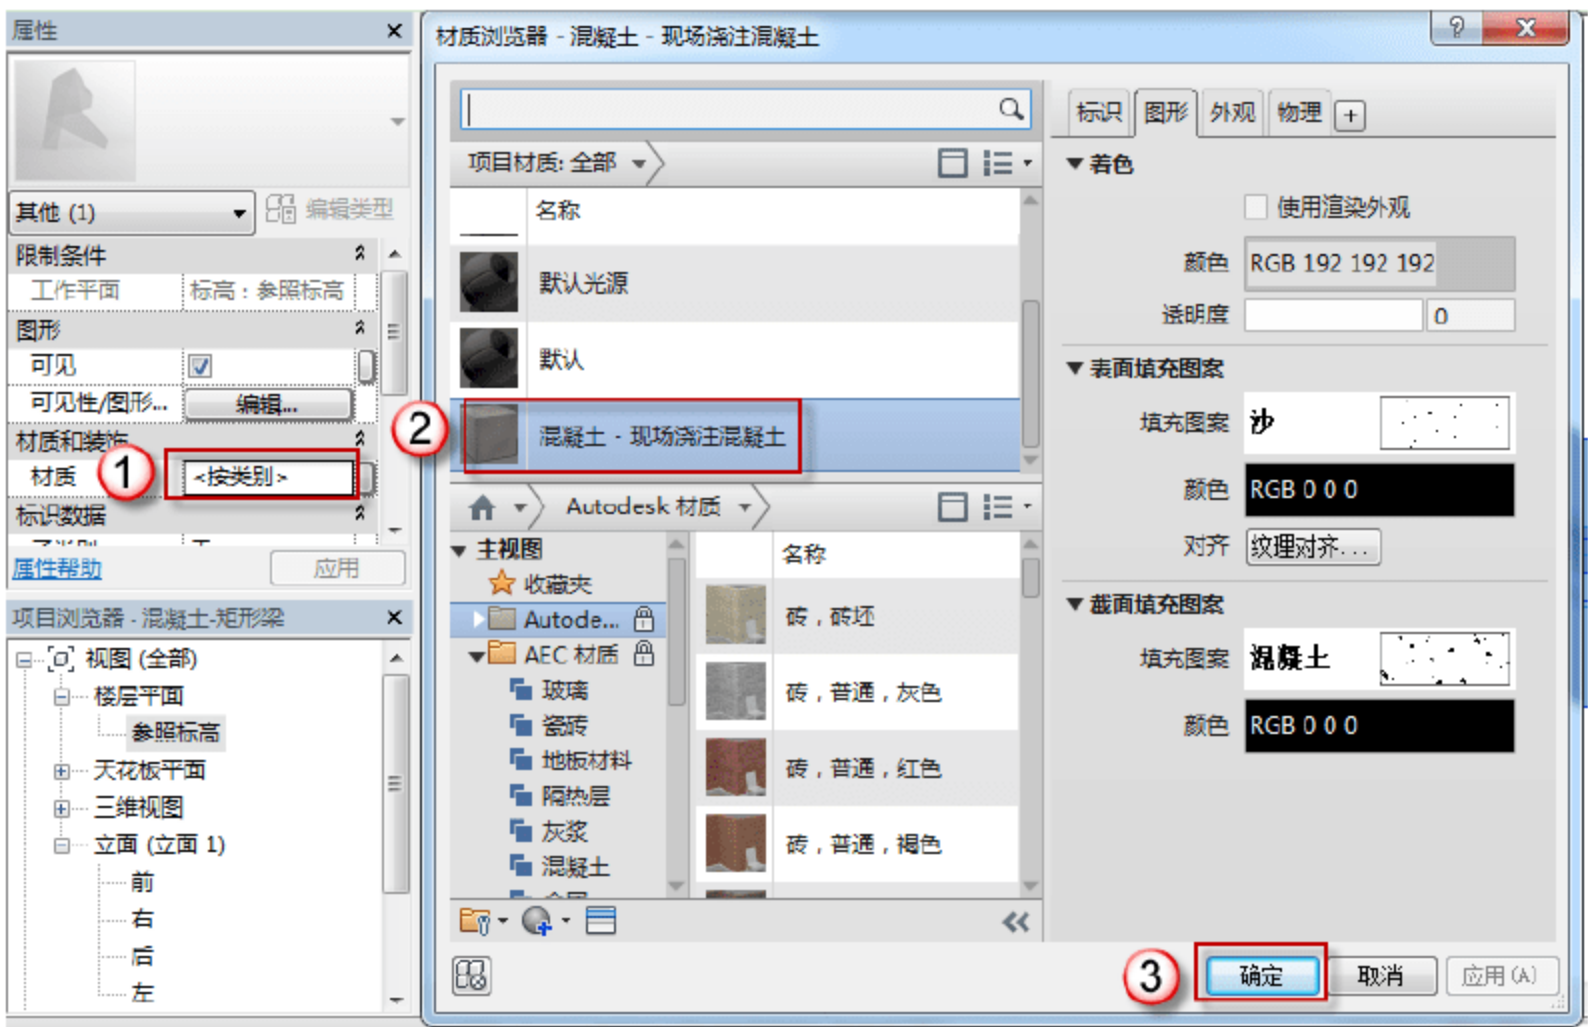

图 12.1.12 添加材质
(10) 添加材质。在“属性”面板下，单击“材质和装饰”参数下材质所对应的“按类别”按钮，进入“材质浏览器”对话框，选择“混凝土-现场浇注混凝土”，然后单击“确定”按钮，如图 12.1.12 所示。